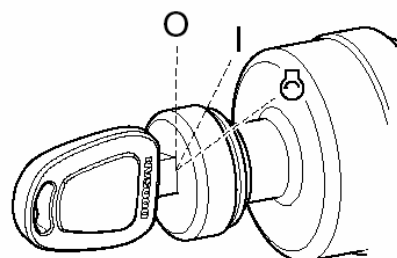

Figura 7
8. Pare el motor girando la llave a la posición "O" (OFF) (Figura 7).